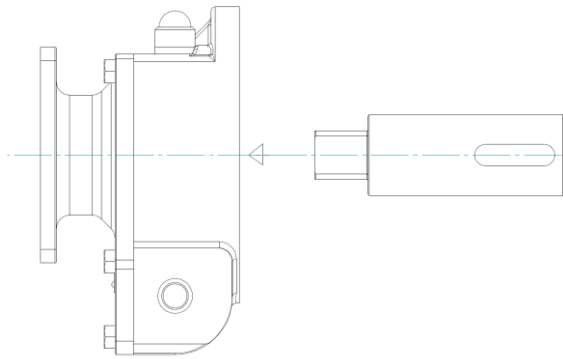

Abbildung 4: Montage der Antriebswelle in das Getriebe ILG/S
7. Der Einsatz einer Dichtung zwischen dem Flansch der Armatur und dem Getriebe wird empfohlen. Stellen Sie die Antriebswelle von der Unterseite in das Getriebe (siehe Abbildung 4). Die Größe und Form der Verbindungen der Antriebswelle und des Getriebes können von Abbildung 4 abweichen.